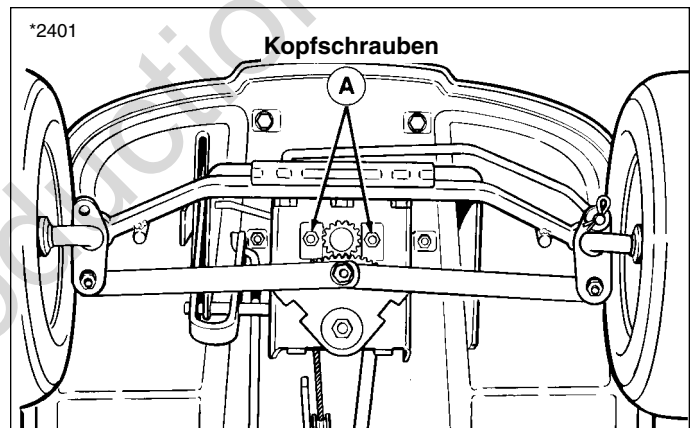

Abb. 23. Lenkgetriebeeinstellung
Der Sitz kann vorwärts und rückwärts verstellt werden. Hebel (A, Abb. 23) bewegen, Sitz in die gewünschte Position bringen und Hebel loslassen. Der Sitz arretiert in der gewünschten Position.
1. Siehe Abb. 23. Die beiden Kopfschrauben (A) lösen und die Halterung so weit drücken, dass das Getriebe eng verzahnt ist.